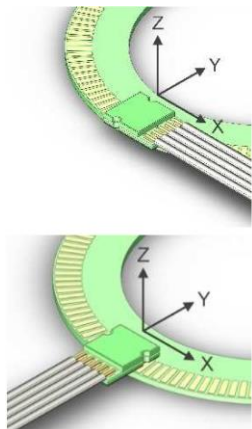
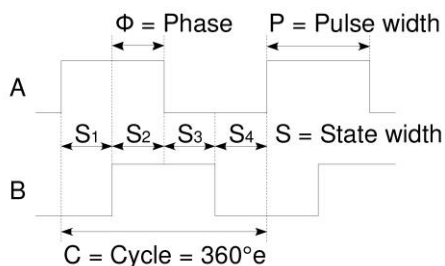

图1 XYZ轴坐标系。
图2 A与B正交的编码器输出信号。
ID1101C增量式编码器套件含编码器和码盘（图1）。编码器是PCB机壳内的一块集成电路。该编码器提供A与B正交增量信号（图2）。码盘是一个无源铜带的PCB电路。用表1选择该编码器的方向。
- 空气间隙 在Z轴方向上，编码器与码盘间的距离。参见图1。
- 周期 一个A与B正交周期，参见图2。
- 相位差Φ 通道A高电平状态中心与通道B高电平状态中心间的电气角度值。名义值为90°e。图2。
- 脉冲宽度P 一个周期内输出高电平的电气角度值。名义值180°e。图2。
- 状态宽度S 两个相邻A和B信号过渡之间的电气角度值。名义值为90°e。参见图2。